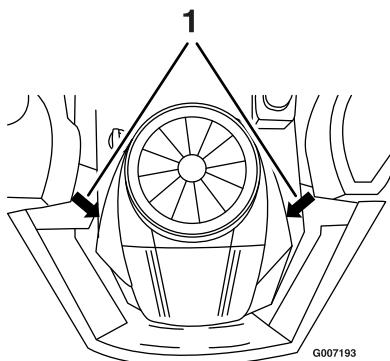

Figure 29
2. Débranchez le fil de la bougie (Figure 29). Nettoyez la surface autour de la bougie pour éviter que des impuretés n'endommagent le moteur en tombant à l'intérieur.
- Reconnectez le fil à la bougie (Figure 29).